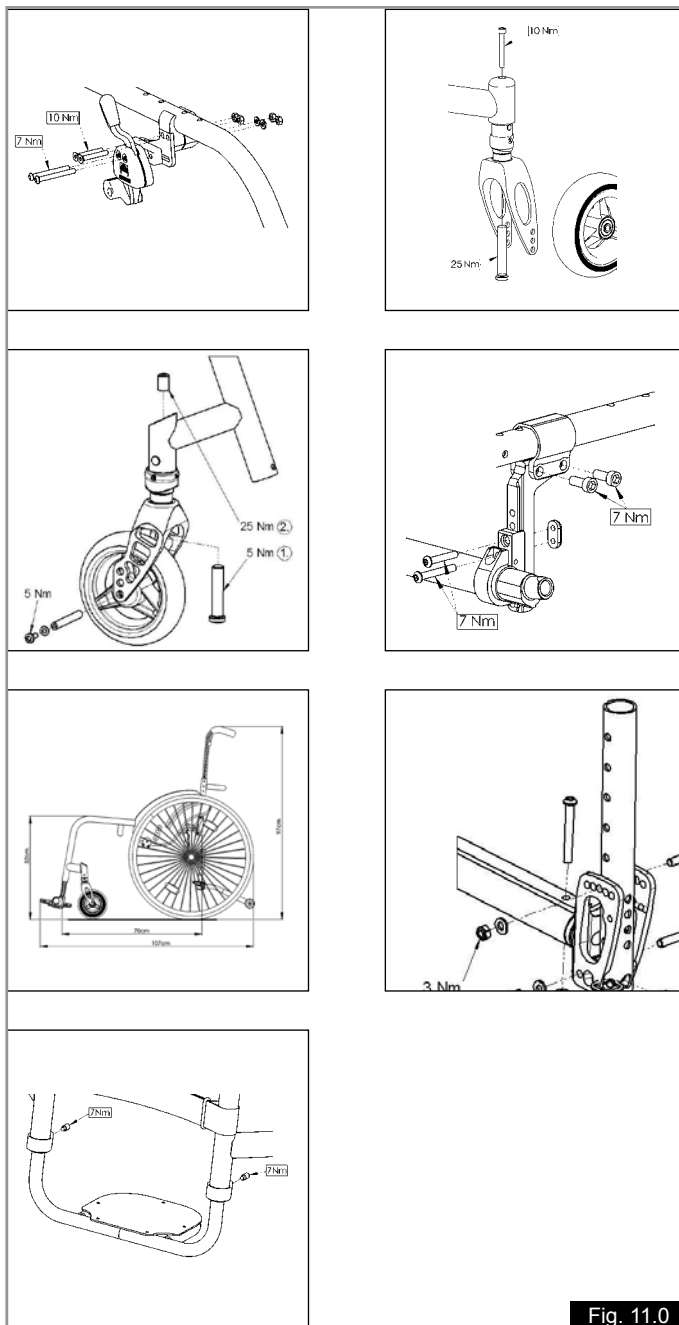

Fig. 11.0
14.0 Força de Torção (Fig. 11.0)